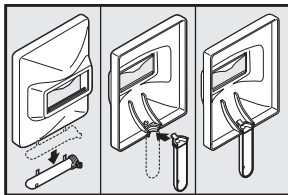

Figure 6
1. Éloigner la poignée amovible du masque. Tailler le surplus de plastique pour retirer les bords tranchants - voir la figure 6.
2. Pour fixer le manche, placer le masque à main sur une surface nivelée et appuyer sur le manche jusqu'à ce qu'il soit en place. - voir Figure 6.